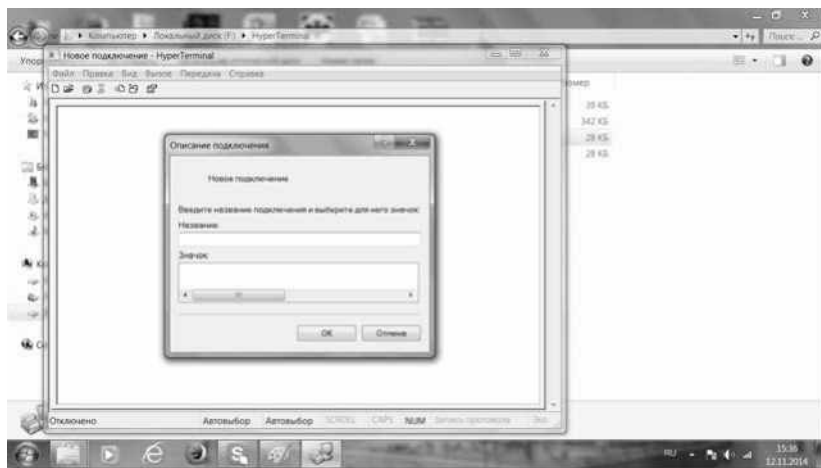

Рис. 20
4.5. Далее программа предложит создать новое подключение (рис. 20).